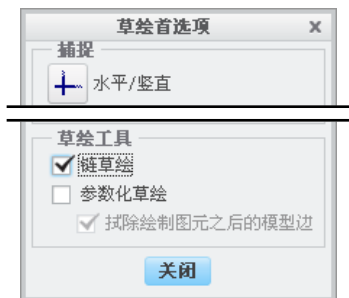

图 4.4.2 “草绘首选项”对话框
Step2. 在功能选项卡区域的 **草绘** 选项卡中单击  **草绘器首选项** 按钮。系统弹出图 4.4.2 所示的“草绘首选项”对话框，在草绘工具栏中选中 ☒ **链草绘** 复选框，单击 **关闭** 按钮。